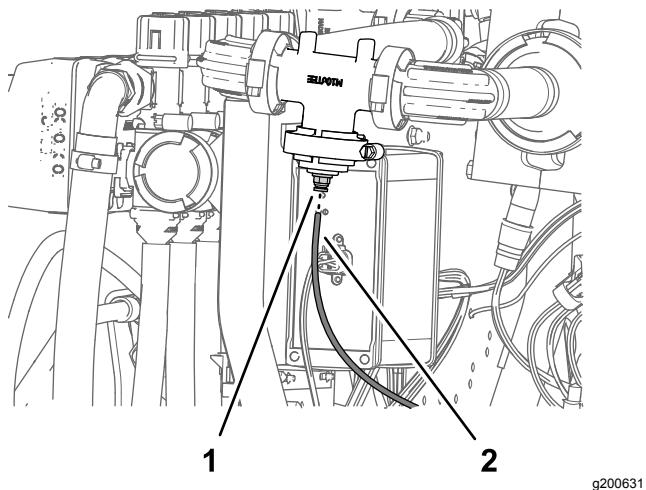

Рисунок 134
1. Подсоедините конец трубы датчика давления (пластиковой) для манометра на приборной панели к запорному кольцу соединительной муфты трубы (Рисунок 134).
2. Вставьте трубку датчика давления в запорное кольцо до полной посадки трубы (Рисунок 134).